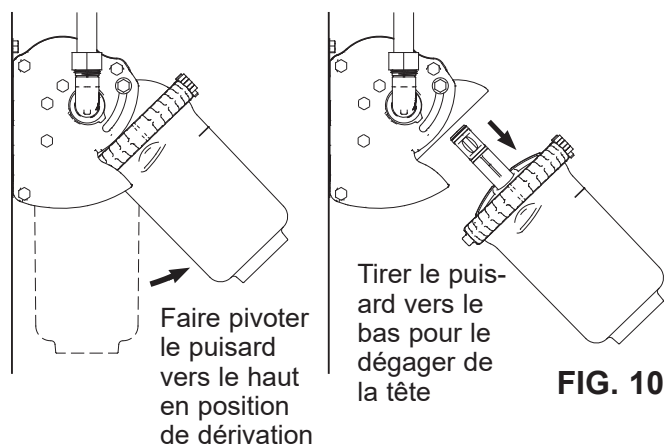

FIG. 10
1. Saisir le bas du puisard et le faire pivoter fermement et lentement vers le haut (position de remplacement des filtres/dérivation, cf. Figure 10). Vous entendrez un sifflement; une petite quantité d'eau (environ 118 ml) s'écoulera dans le tuyau de purge (dépressurisation du puisard).